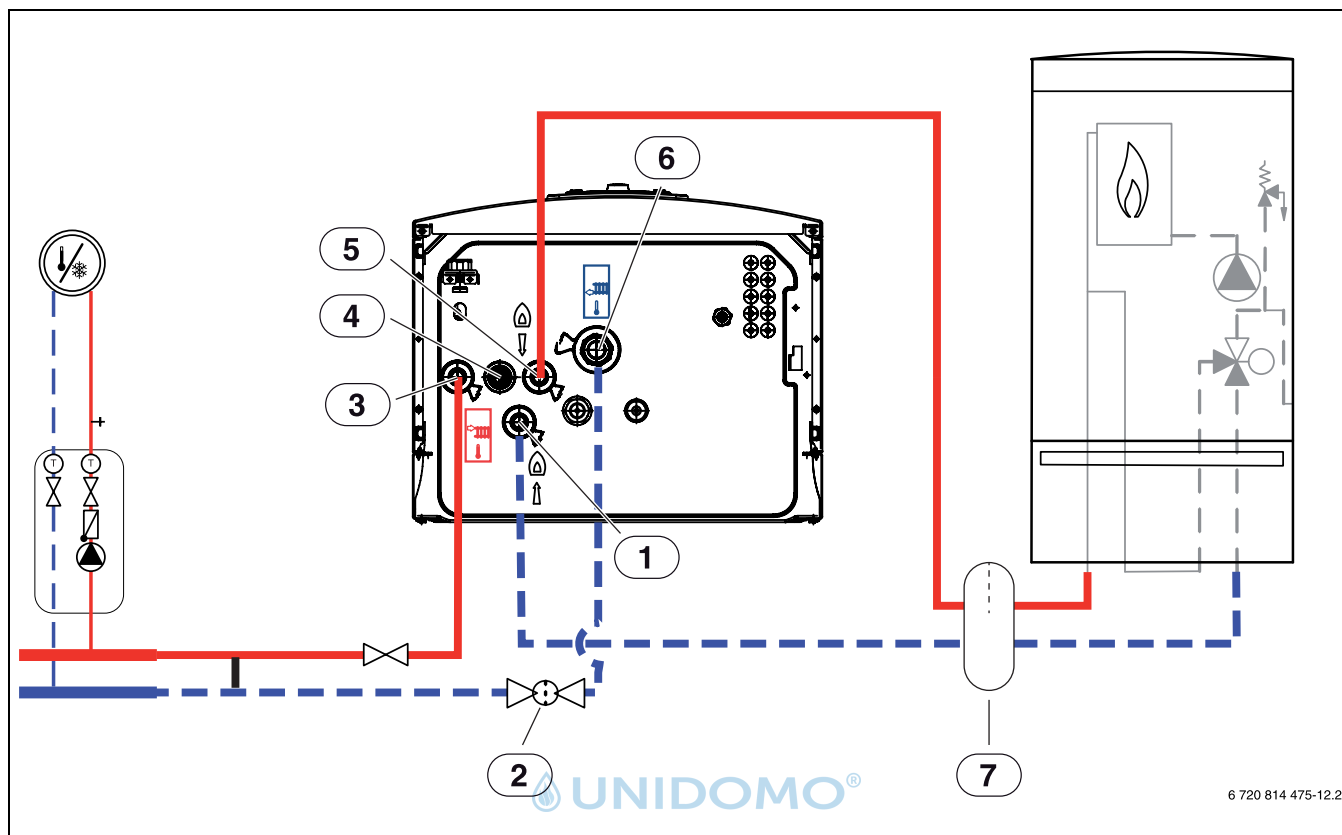

Bild 8 Anschluss der Inneneinheit mit Mischer für externen Zuheizter an die Heizungsanlage und den Zuheizter
1. Ablauf des Sicherheitsventils von [4], Abb. 8, nach unten in einen frostfreien Ablauf verlegen.
2. Rücklauf zum externen Zuheizter an [1] anschließen, Abb. 8.
3. Vorlauf vom externen Zuheizter an [5] anschließen, Abb. 8.
4. Vorlauf zur Heizungsanlage an [3] anschließen, Abb. 8.
5. Rücklauf von der Heizungsanlage an [6] anschließen, Abb. 8.